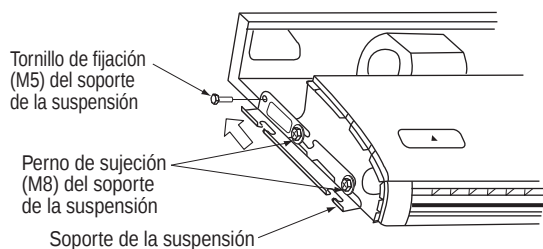

Figura 8
- Luego de retirar los tornillo de sujeción (M5) para los soportes de la suspensión que están en el lado posterior, jale los soportes de la suspensión hacia atrás (en la dirección de la flecha), y remuévalos. **(Vea la Figura 8)**